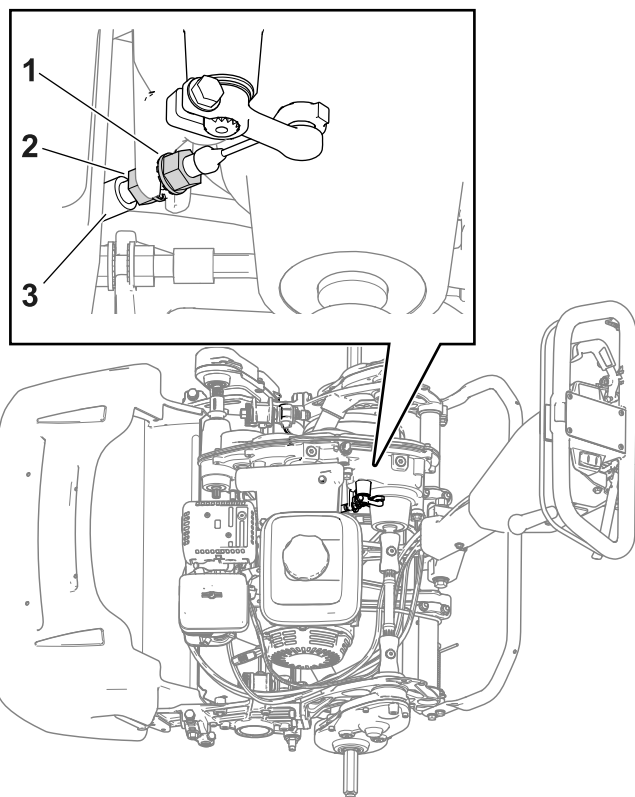

Figura 37
- Pentru a mări tensionarea cablului, slăbii contrapiulia cablului din față i strângei contrapiulia din spate (Figura 37). Repetăi pasul 2 i reglai tensionarea dacă este necesar.
- Pentru a reduce tensionarea cablului, slăbii contrapiulia din spate i strângei contrapiulia cablului din față (Figura 37). Repetăi pasul 2 i reglai tensionarea dacă este necesar.